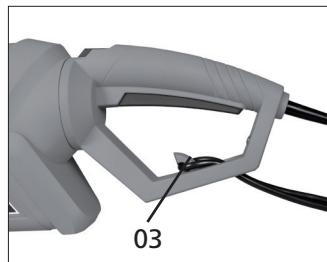

Fig. 05
**2)** Em seguida encaixe no fixa cabo 3 (Fig. 05).